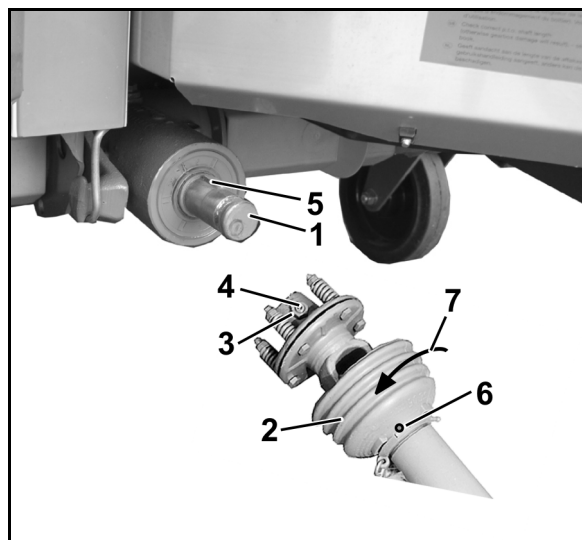

Fig. 36
2. Pulire l'albero primario del cambio (Fig. 36/1).
4. Svitare la vite di arresto (Fig. 36/6).
5. Ruotare la tramoggia di protezione (Fig. 36/2) nella posizione di montaggio (Fig. 36/7).
7. Staccare il controdado (Fig. 36/3) nella forcella di collegamento dalla frizione di sicurezza (finché il perno filettato non sporga sopra il controdado), svitare il perno filettato esagonale (Fig. 36/4) e verificare se sia possibile inserire agevolmente la forcella di collegamento sull'albero di trasmissione.
Assicurarsi che la chiavetta piana sia del tutto coperta (Fig. 36/5)!
9. Fissare l'albero cardanico in modo da evitarne spostamenti assiali. A tal fine serrare con una chiave a tubo esagonale il perno filettato e bloccare con controdado (Fig. 36/3).
2. Staccare il controdado (Fig. 36/3) nella forcella di collegamento dalla frizione di sicurezza. Svitare il perno filettato (Fig. 36/4).